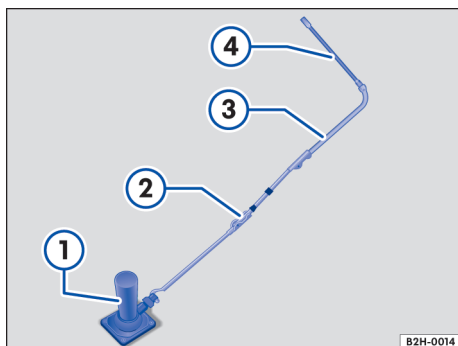

Fig. 212 Gato con prolongación.
1. Despliegue la palanca de prolongación → fig. 212 ② de las herramientas de a bordo.
2. Enganche la palanca de prolongación en el gato → fig. 212 ①.
3. Acople la llave de vaso → fig. 212 ③ a la palanca de prolongación.
4. Encaje la llave de rueda → fig. 212 ④ en la llave de vaso.